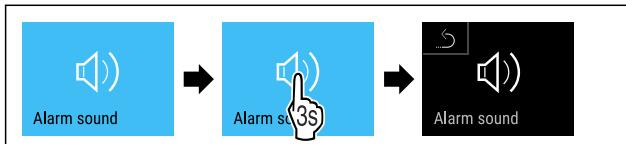

Fig. 93
- Obavite korake postupka (pogledajte Fig. 93).